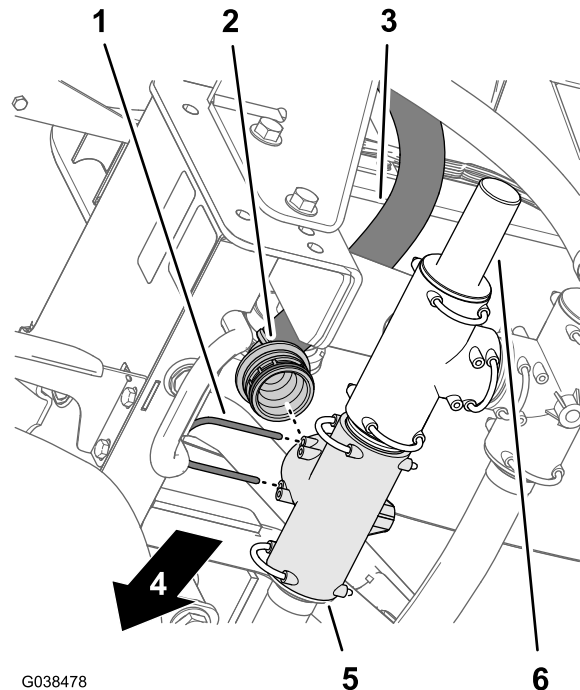

图75
4. 将打药车供水软管的90°宝塔接头装入左前T形接头图75。